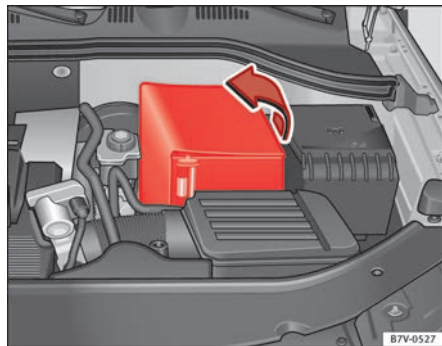

Fig. 174 En el vano motor: Despliegue el manguito de la batería del vehículo.
- *En el caso de un manguito:* retire la cubierta desplegándola hacia un lado ⇒ fig. 174.